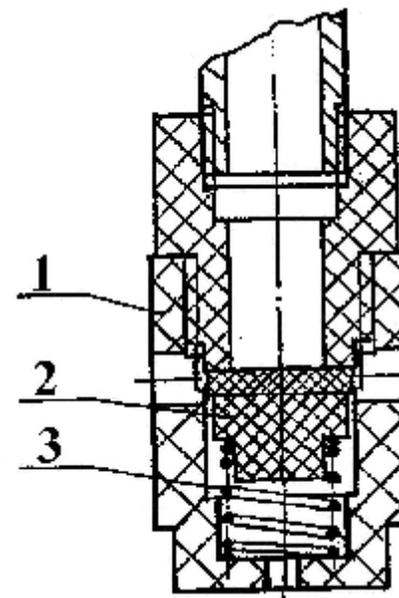

Рис.9. Обратный клапан
4.1.3. Нагнетательный трубопровод установки представляет собой гнутую стальную трубу с условным проходом не менее 15 мм с приваренным фланцем для крепления трубопровода к компрессорной головке через прокладку. На трубопровод установлен обратный клапан (рис. 9), который препятствует обратному воздействию сжатого воздуха из ресивера на компрессорную головку при ее останове.